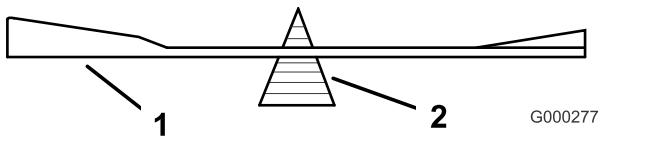

Figura 112
2. Verifique el equilibrio de la cuchilla colocándola sobre un equilibrador de cuchillas (Figura 112).